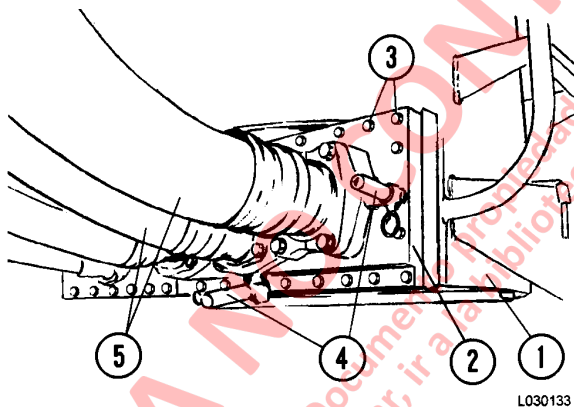

FIGURA 3-19. DESMONTAJE DEL COLADOR
3. Desconecte las mangueras de succión de la bomba (5, Figura 3-19).
4. Saque los pernos y golillas de seguridad (3) que aseguran la cubierta (2) al estanque hidráulico. Saque y bote la empaquetadura.
2. Utilizando una empaquetadura de cubierta nueva lleve la cubierta (2, Figura 3-19) a su lugar e instale los pernos y golillas de seguridad (3). Apriete los pernos con torque estándar.
4. Llene el estanque hidráulico; consulte las Instrucciones de Llenado del Estanque Hidráulico. Abra ambas válvulas de corte de la línea de succión (4).